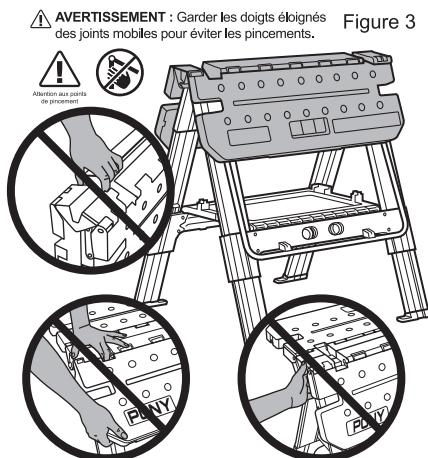

Figure 3
4. Ouvrir complètement les pieds jusqu'à ce que le plateau à outils soit à plat. Les pieds de la table et le plateau à outils doivent former une forme de « A ». (Figure 3)